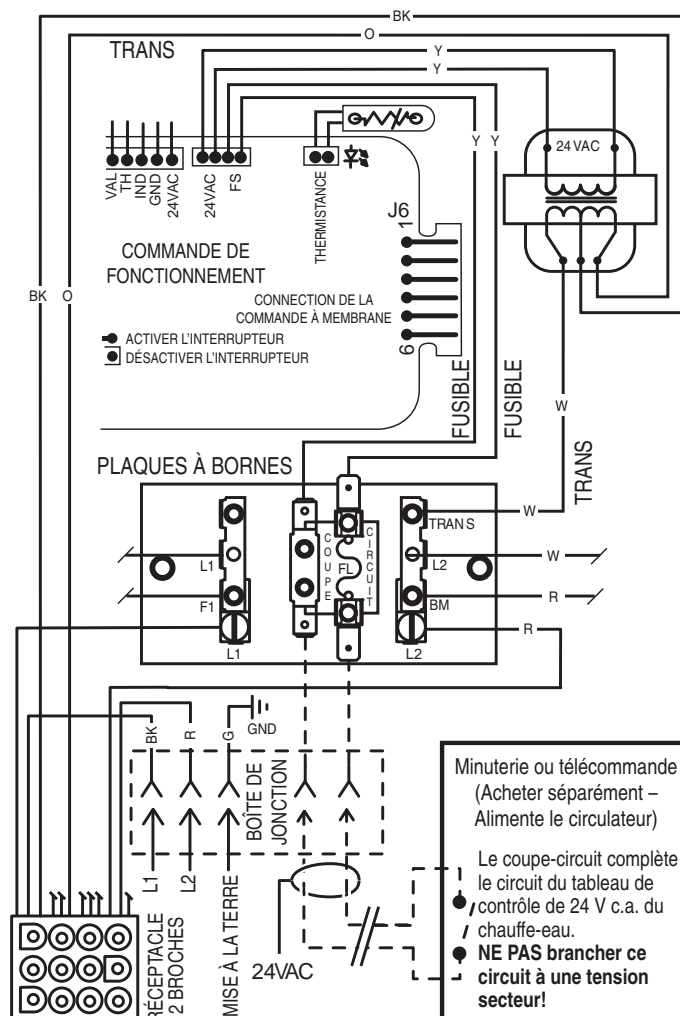

Figure 25.
- Brancher les fils entre les terminaux du coupe-circuit du chauffe-eau et le relais électrique. Brancher les fils de la commande ou de la minuterie au coupe-circuit. La commande, minuterie ou le relais doit être calibré pour une tension de 24 v c.a. à 0,5 ampère (parce qu'ils compléteront le circuit du tableau de commande sur le chauffe-eau, tel qu'illustré dans la Figure 25). NE PAS câbler les terminaux du coupe-circuit avec une tension secteur.